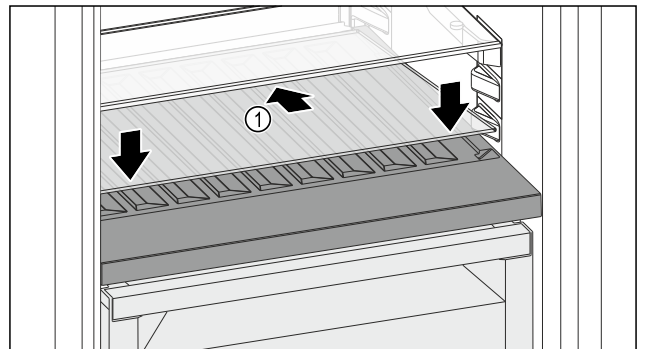

Fig. 82
- ▶ Posizionare il ripiano di vetro Fig. 82 (1) inclinato indietro e verso il basso.
- ▶ Abbassare la parte anteriore del ripiano di vetro Fig. 82 (1).